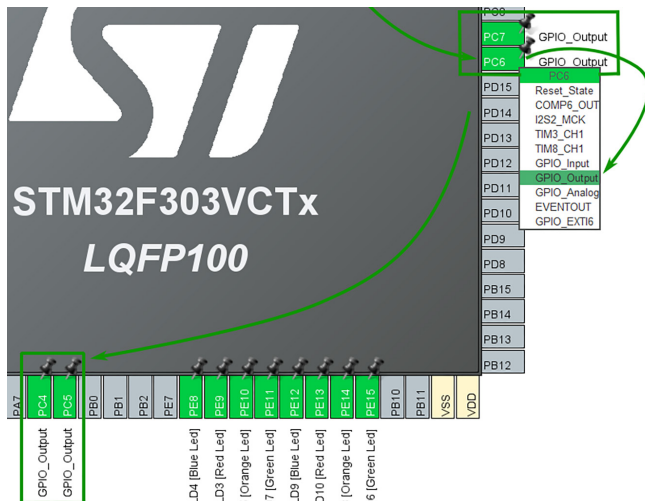

Рис. 4.10. Задание режима цифрового выхода
3. Задайте режим цифрового выхода GPIO_Output для выходов PC4-PC7 (рис. 4.10).